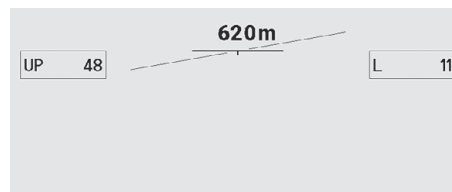

Abb. 4
2. Ein-/Ausschalttaste (2/1) erneut kurz drücken, um in das alternative Menü (Abb. 4) zu gelangen.